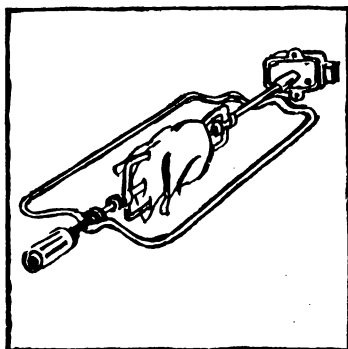

Рис. 8. Вертел с рамкой.
2. Далее необходимо надеть на штырь вертела приготовленное для жарения мясо, зажать его съемными вилками, застопорить вилки с помощью винтов, установить рамку (рис. 8) в четвертый сверху паз духовки, на рамку установить штырь с мясом, в плите модели 1457 конец штыря вставить в муфту моторедуктора, ручку снять, на нижние пазы духовки установить жаровню для сбора жира, включить привод вертела.
В плите модели 1457 для установки вертела может применяться вместо рамки подвесной крючок (рис. 8а).
Рис. 8а. Вертел с крючком.
Усы крючка вставить в пазы верхней полки духовки и повернуть крючок вниз (см. рис. 8б).
Рис. 8б. Устиновка крючка.
Если штырь выходит из муфты и не вращается, необходимо, сместив втулку, закрепить ее на штыре в таком положении, чтобы штырь был в подпружиненном состоянии (см. рис. 8в).
Рис. 8в. Регулировка вертела.